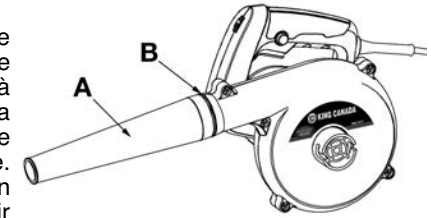

Figure 3
1. Pour utiliser la souffleuse/aspirateur comme une souffleuse, installez la buse (A) Fig.3 à la sortie d'air (B). Alignez les deux broches situées à l'intérieur de la buse avec les encoches sur la sortie d'air, poussez et tournez la buse dans le sens horaire pour la verrouiller en toute sécurité.